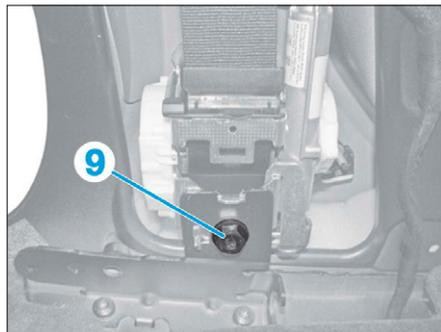

FIG. 18
- Déposer la vis (9) (Fig.18).